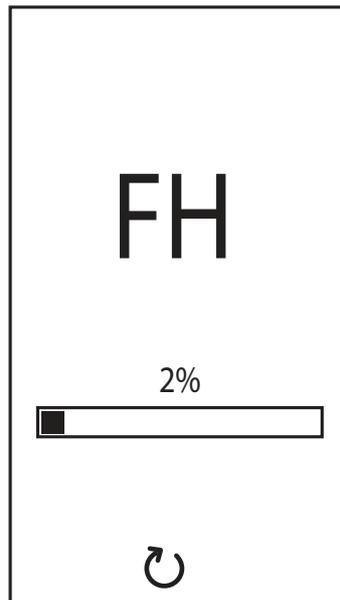

рис. 8- Выпуск воздуха с включенным вентилятором
- В течение последующих 20 секунд на дисплее высвечивается символ **FH**, обозначающий цикл спуска воздуха из системы отопления при работающем вентиляторе (рис. 8).